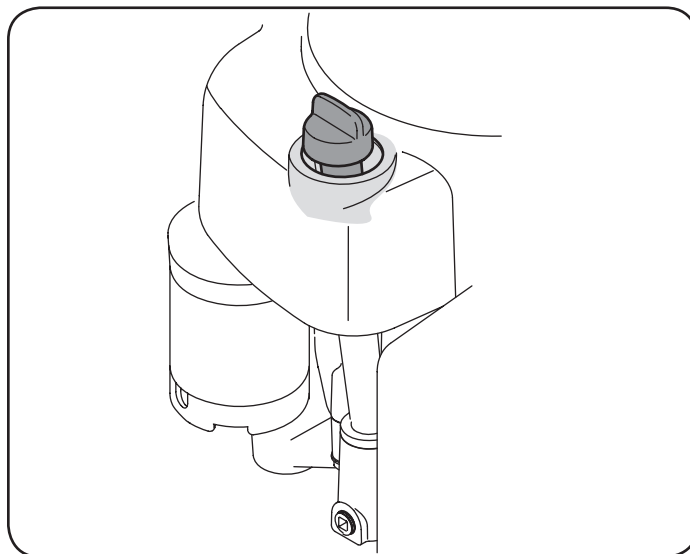

Figura 29
1. Limpie alrededor de la tapa y el tubo de la varilla de medición con una tela limpia para eliminar los residuos. Vea la Figura 29.